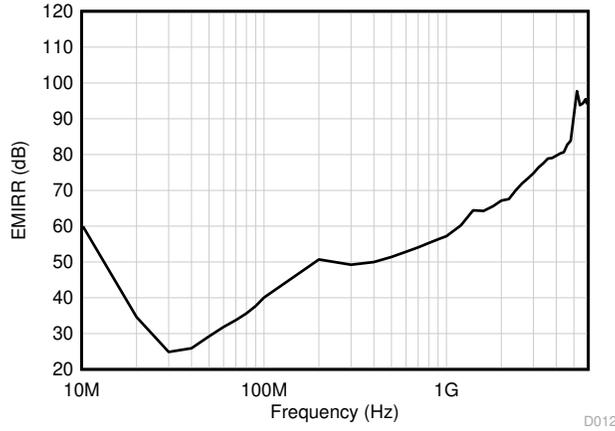

图 6-3. EMIRR 测试
TLV916x 采用集成电磁干扰 (EMI) 滤波来减少无线通信设备、混合使用模拟信号链和数字元件的高密度电路板等干扰源产生的 EMI 效应。通过电路设计技术可改进 EMI 抗扰度；TLV916x 受益于这些设计改进措施。德州仪器 (TI) 已经开发出在 10MHz 至 6GHz 扩展宽频谱范围内准确测量和量化运算放大器抗扰度的功能。图 6-3 显示了对 TLV916x 执行此测试的结果。表 6-1 列出了在实际应用中 TLV916x 在常见特定频率下的 EMIRR IN+ 值。运算放大器的 EMI 抑制比应用报告包含了与运算放大器相关的 EMIRR 性能主题，该报告可在 www.ti.com 上下载。